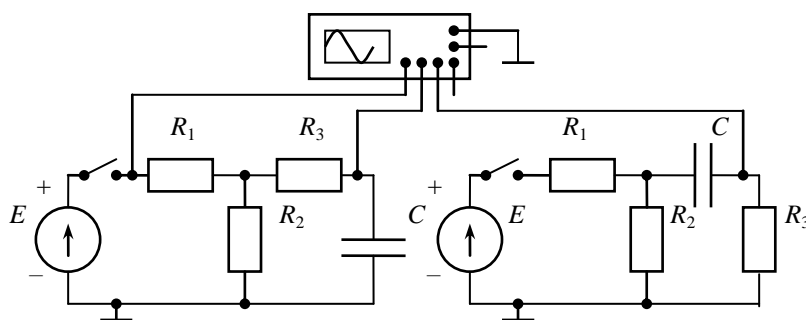

Рис.17. Электрическая схема с RC -элементами
1. Собрать электрическую схему (рис.17) и измерить постоянную времени τ . Параметры приведены в таблице.
2. При подключении и отключении источника измерить осциллограмму переходного процесса напряжения на конденсаторе C и на резисторе R_3 (см. рис.17) в моменты времени $1\tau, 2\tau, 3\tau, 4\tau, 5\tau$.